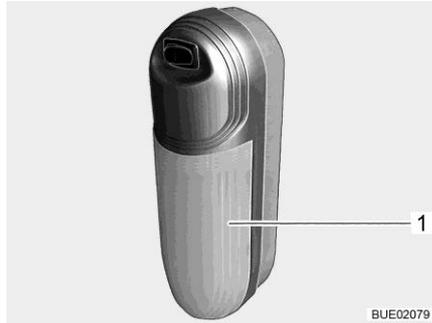

Fig. 297 Lámpara de montaje en superficie
- Apartar la cubierta transparente (Fig. 297,1) ligeramente del interruptor y quitarla.